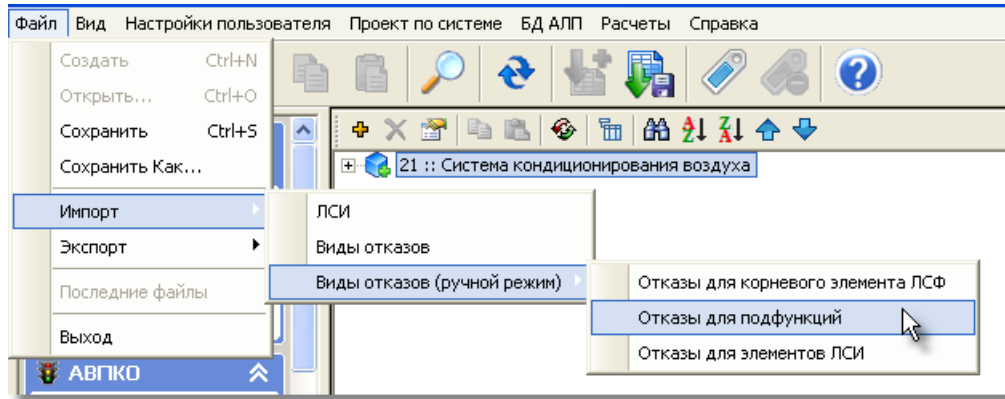

Рис. 16-11
2. В главном меню программы LSS выберите **Файл** → **Импорт** → **Виды отказов (ручной режим)** → **Отказы для подфункций** (рис. 16-11):